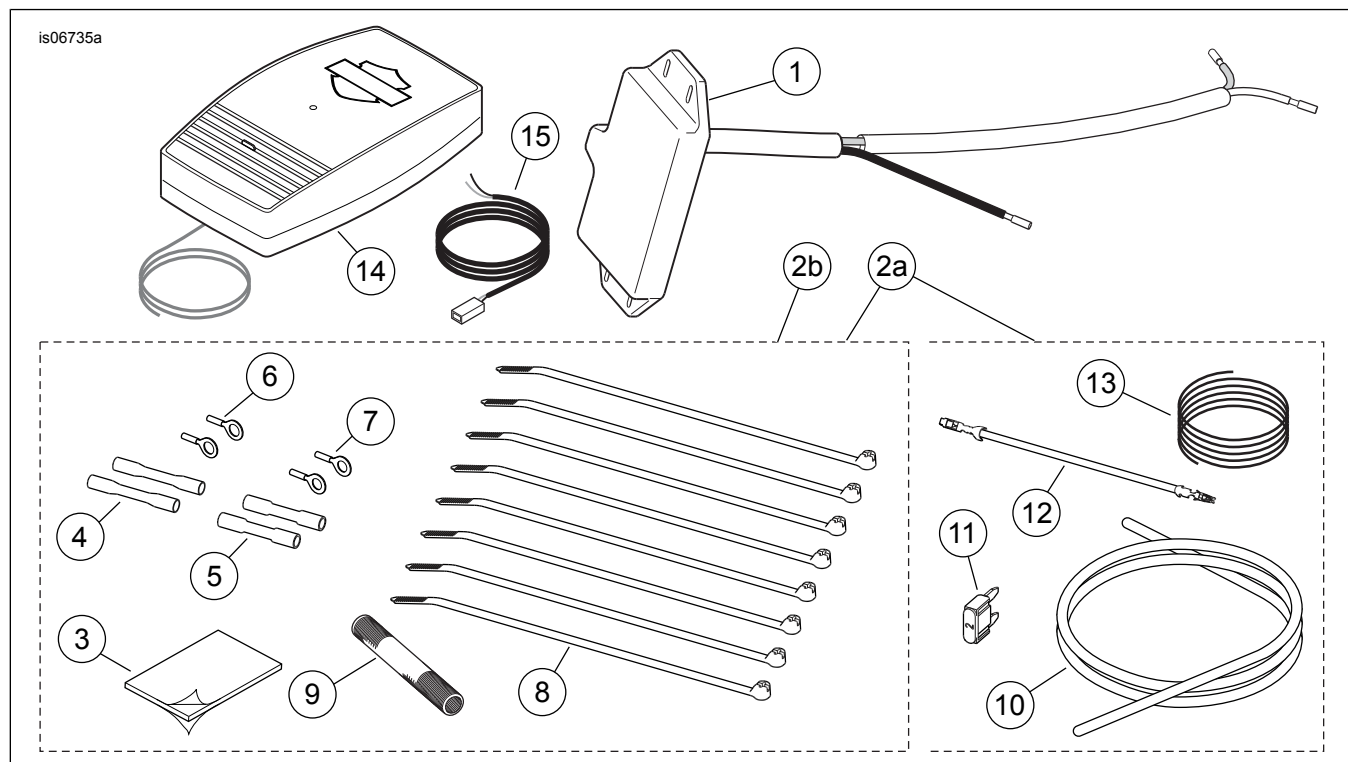

Abbildung 27. Ersatzteile, Fernbedienungssätze für Garagentoröffner
3. Siehe Abbildung 15, 2:1-Spleißanordnung. Das Stromkabel des Garagentoröffner-Kabelbaums mit einem **roten** versiegelten Steckverbinder (Abbildung 27, Position 4) aus dem Satz mit den orange/weißen Kabeln des Hauptkabelbaums spleißen. Hierzu die Anweisungen im Anhang des Werkstatthandbuchs beachten.
4. Siehe Abbildung 15, 1:1-Spleißanordnung. Das weiße Senderkabel mit einem **blauen** versiegelten Stoßverbinder (Abbildung 27, Position 5) aus dem Satz mit den weißen Scheinwerferkabeln spleißen. Das gelbe Senderkabel mit dem zweiten blauen versiegelten Stoßverbinder mit den gelben Scheinwerferkabeln spleißen.
3. Den geflochtenen Kabelkanal (9) aus dem Satz auf die gelben und weißen Senderkabel schieben.
4. Siehe Abbildung 15, 1:1-Spleißanordnung. Das weiße Senderkabel mit einem **blauen** versiegelten Stoßverbinder (Abbildung 27, Position 5) aus dem Satz mit den weißen Scheinwerferkabeln spleißen. Das gelbe Senderkabel mit dem verbleibenden blauen versiegelten Stoßverbinder mit den gelben Scheinwerferkabeln spleißen.
2. Siehe Abbildung 27. Den geflochtenen Kabelkanal (9) aus dem Satz auf die gelben und weißen Senderkabel schieben.
3. Siehe Abbildung 15, 1:1-Spleißanordnung. Das weiße Senderkabel mit einem **blauen** versiegelten Stoßverbinder (Abbildung 27, Position 5) aus dem Satz mit den weißen Scheinwerferkabeln spleißen. Das gelbe Senderkabel mit dem zweiten blauen versiegelten Stoßverbinder mit den gelben Scheinwerferkabeln spleißen.